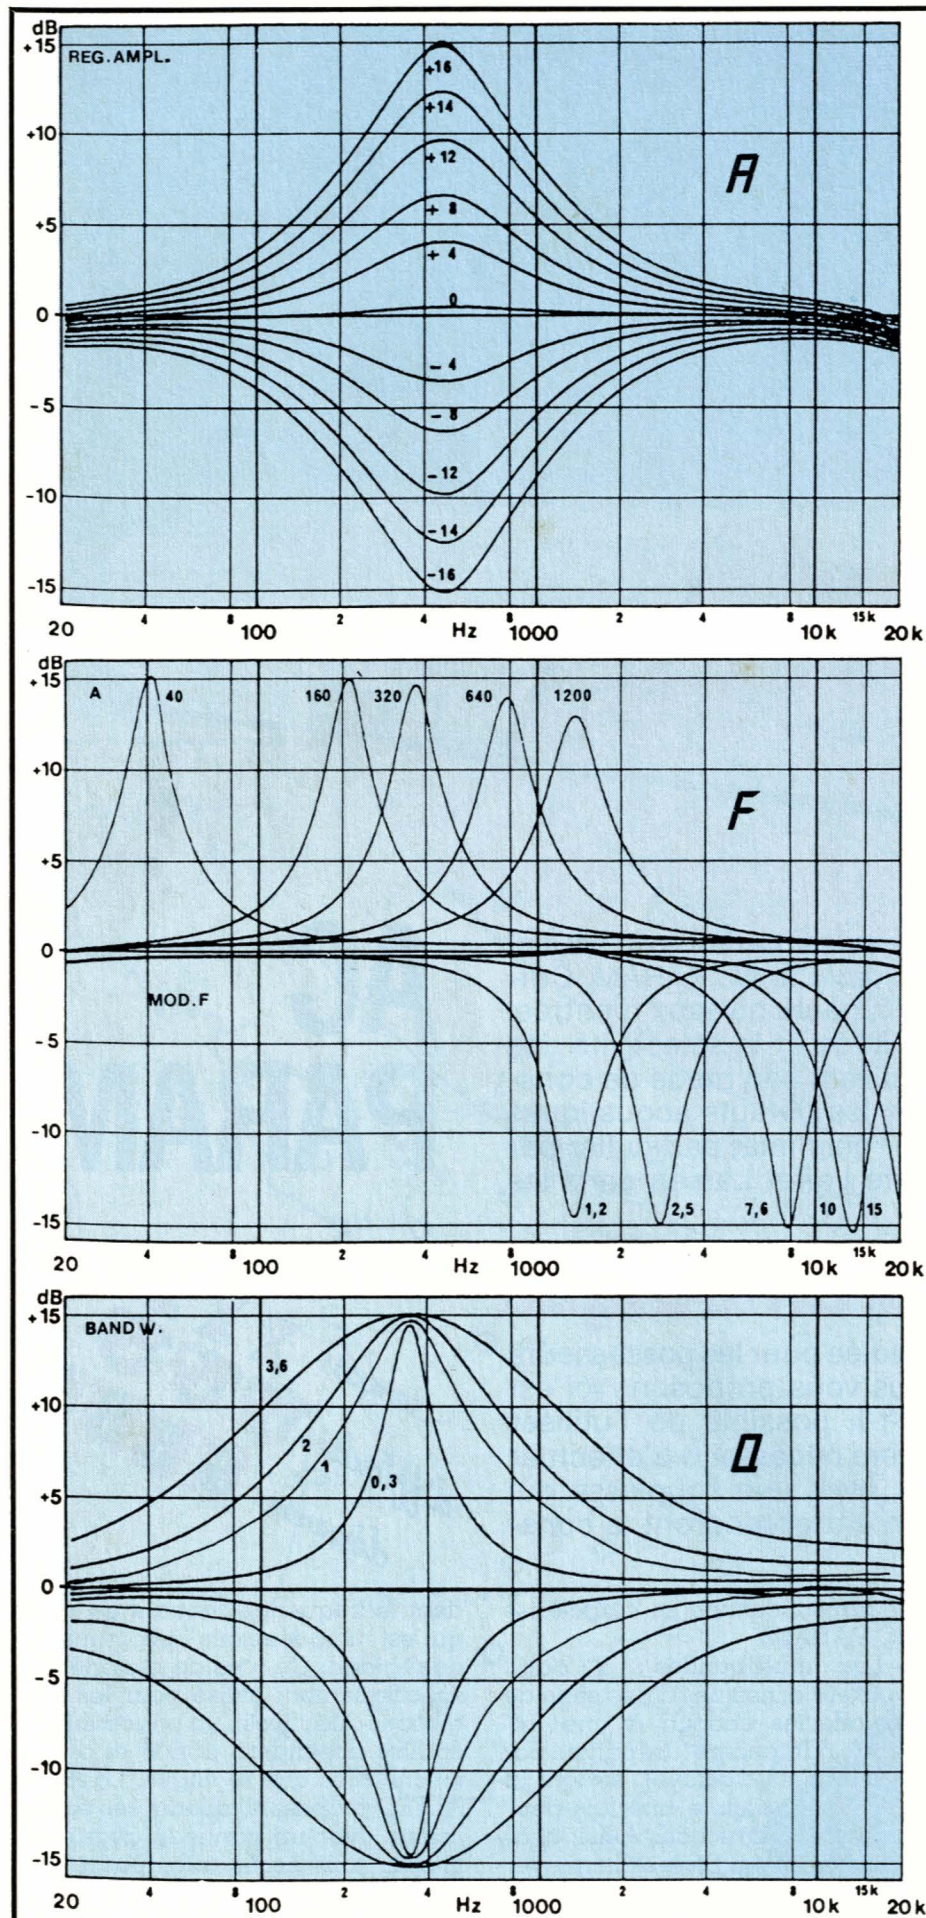

Figure 1 - Courbes mettant en évidence les variations des trois paramètres.
Figure 1 a - Variation de l'amplitude à une fréquence fixe (ici 500 Hz). Les tracés s'arrêtent à $(\pm) 16$ dB mais il faut noter que la réalisation permet d'obtenir $(\pm) 18$ dB.
Figure 1 b - Déplacement en fréquence. Les tracés positifs concernent la cellule grave, les tracés négatifs la cellule aigue. Bien entendu toutes les positions intermédiaires sont possibles.
Figure 1 c - Variation de la sélectivité du filtre (Q). Le troisième paramètre est plus rarement modifiable que les deux précédents.
— **Le « vrai » paramétrique** : Il se comporte pour l'essentiel comme son petit frère : réglage d'efficacité, choix de la fréquence centrale, mais en plus il s'ajoute un réglage de sélectivité, ou largeur de bande. La figure 1 illustre bien ses trois actions. En figure 1 a on reconnaît l'influence du réglage d'efficacité, figure 1 b on peut voir les variations possibles des fréquences centrales des filtres. Il est à noter que les bandes « graves » et « aigues » sont séparées et que ce sont deux filtres qui se répartissent, l'un de 35 à 1200 Hz, l'autre de 1200 Hz à 20 kHz, la bande audio totale. Notons aussi que les courbes tracées ont une sélectivité constante d'à peu près un tiers d'octave. Enfin en figure 1 c, on découvre le dernier